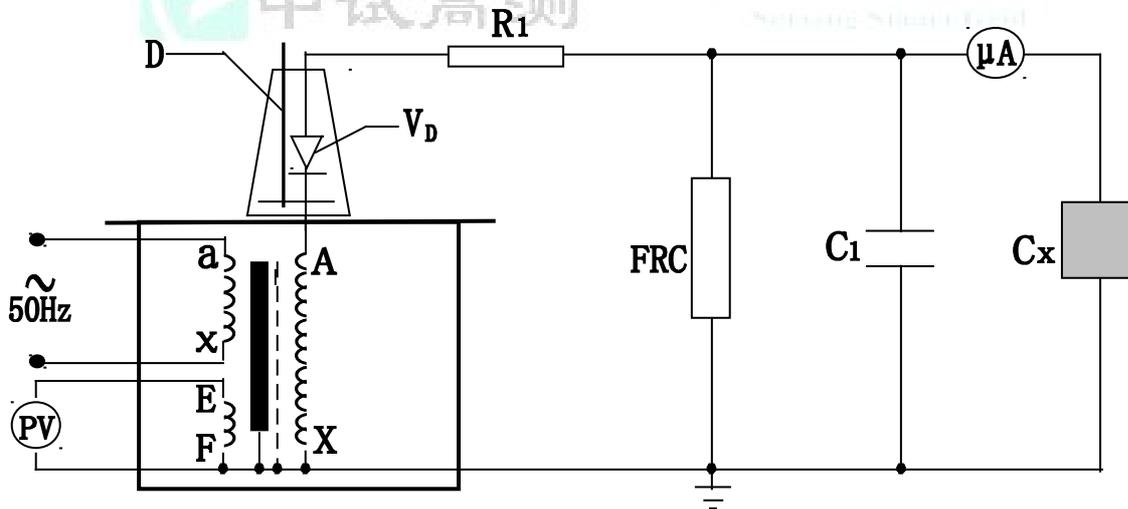

图6：高压直流泄露试验接线图
1、试验变压器做被试品的工频耐压试验使用接线原理图见图 6。
压器存在着漏抗，在这个漏抗上必然存在着压降或容升，使试品上的电压低于或高于低压侧测量电压表上反映出来的电压。工频耐压试验时，被试品上的电压高于试验变压器的输出电压，也就是所谓容升现象。感应耐压试验时，试验变压器的漏抗必然存在着压降。为了准确测量被试品上所施加的电压，因此常在高压侧接入FRC阻容分压器来测量电压(见图6)。